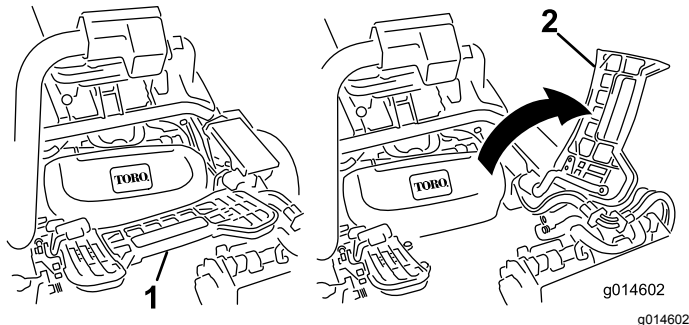

図 10
3. 中央カッティングユニットを取り付ける時は、フットレストを跳ね上げて取り付け位置へのアクセスを確保する図 10。